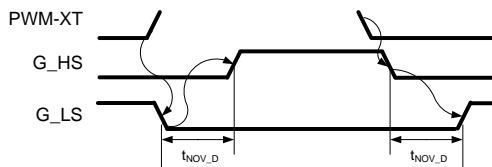

図21：ローカルモードの動作
- **ローカルモード**です。PWM-XBとPWM-XTは1つの入力信号 (PWM-XT) から生成され、CMT-PLA3SA12450Aのゲートドライバボードの各相で適切なノンオーバーラップのタイミングを自動的に管理します (図21参照)。